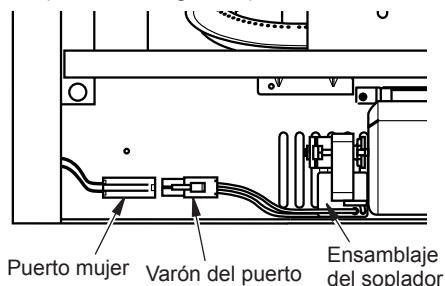

Figura 14 - Colocación del soplador al cable de alimentación
4. Introduzca el puerto macho del conjunto del ventilador en el puerto hembra correspondiente del cable de alimentación (consulte la Figura 14).